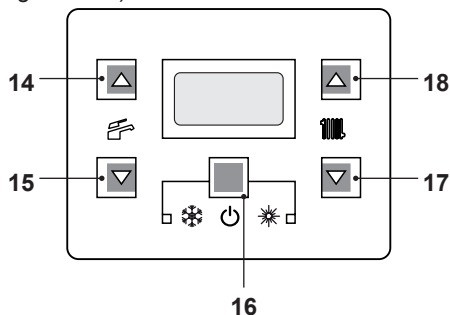
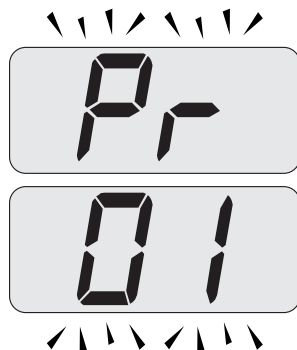

Figura 9.27
Figura 9.28
- Entrare in "modalità programmazione" premendo contemporaneamente per 10 secondi i tasti 16 - 17 - 18 (Figura 9.27) fino a far apparire sul display LCD le lettere **Pr** che si alternano con il codice **01** indicanti l'entrata nel "parametro 01" (Figura 9.28).
- Premere contemporaneamente i tasti 16 e 18 (Figura 9.27) fino a far apparire sul display LCD il valore del parametro 01 (Figura 9.29) (65=**M260V.2025 SM** o 66=**M260V.3035 SM**).
- Premendo contemporaneamente i tasti 16 e 17 (Figura 9.27) si esce senza modificare il valore (ritorno alla lista parametri Figura 9.28)
- Premendo contemporaneamente per 10 secondi i tasti 16 - 17 - 18 (Figura 9.27) si esce dalla "modalità programmazione".